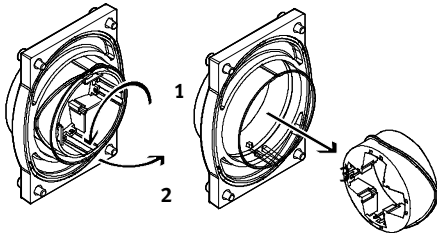

Fig. 10: Ta ut indikeringsringen
2. Vrid indikeringsringen 90° (se Fig. 10).
1. Sätt in indikeringsringen i sensorboxens lock igen. Monteringens sker i omvänd ordning mot demonteringen (→ även Fig. 10).